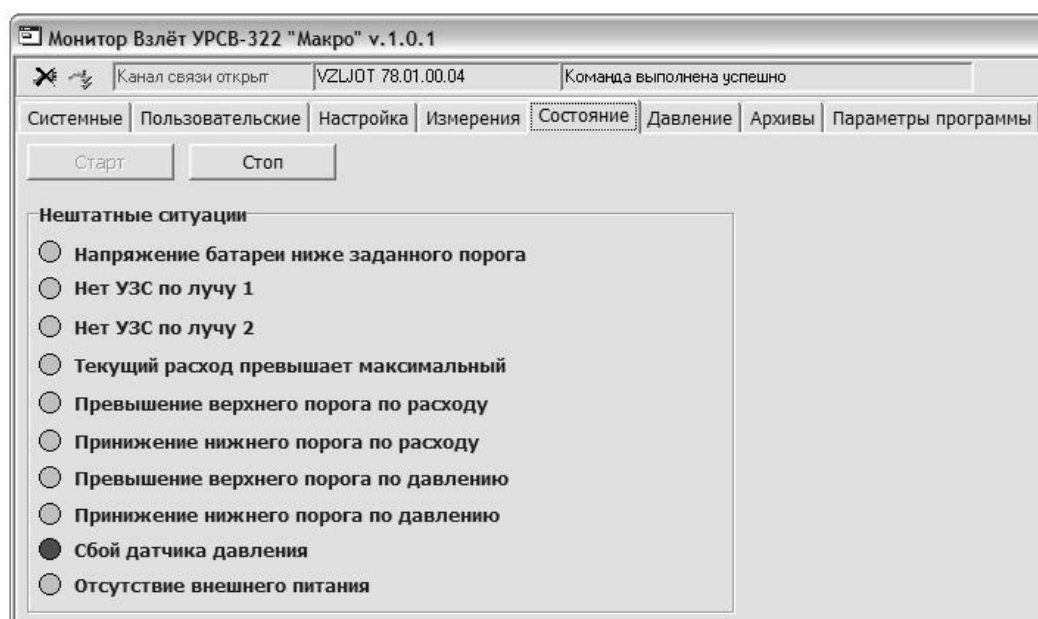

Рис.13. Окно вкладки «Состояние».
- 3.1.10. Щелкнуть мышкой по вкладке **Состояние**. На дисплее ПК отобразится окно, показанное на рис.13.